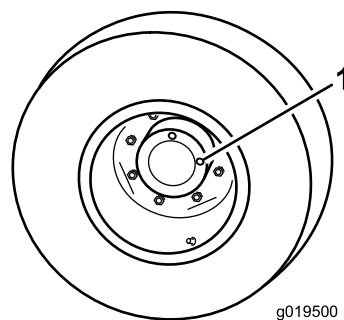

Figure 66
1. Amenez la machine sur une surface plane et horizontale, tournez la roue de sorte qu'un bouchon de contrôle (Figure 66) soit à la position 12 heures et l'autre à la position 3 heures.
1. Bouchon de contrôle/vidange (2)
2. Retirez le bouchon qui est à la position 3 heures (Figure 66).